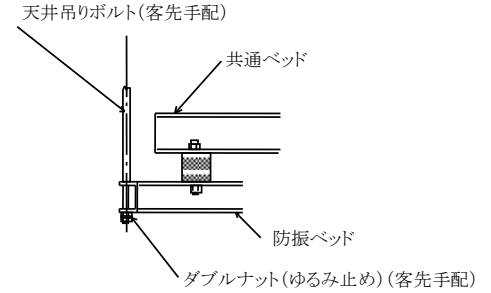

図 5 天井吊り型防振ゴム取付(例)
(2) 天井吊型
- ① 天井にあらかじめ埋め込まれた吊りボルトにより、ファンのベッドを水平に、4本の吊りボルト全部に荷重がかかるように取付けてください。
- ② 吊りボルトは十分な強度のもの（ボルト自身および埋め込み状態とも）をご用意ください。
- ③ 据付け後、吊りボルトのナットはダブルナットとし、ゆるみ止めを必ず行ってください。（図5）